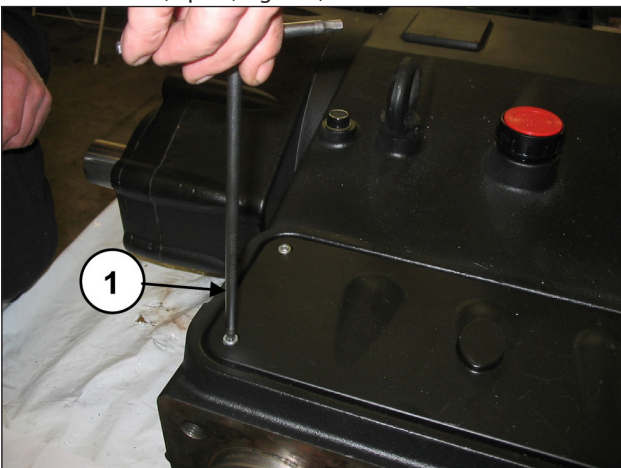

Fig. 112
Déposer le couvercle d'inspection supérieur en desserrant les 4 vis de fixation (rep. ①, Fig. 112).